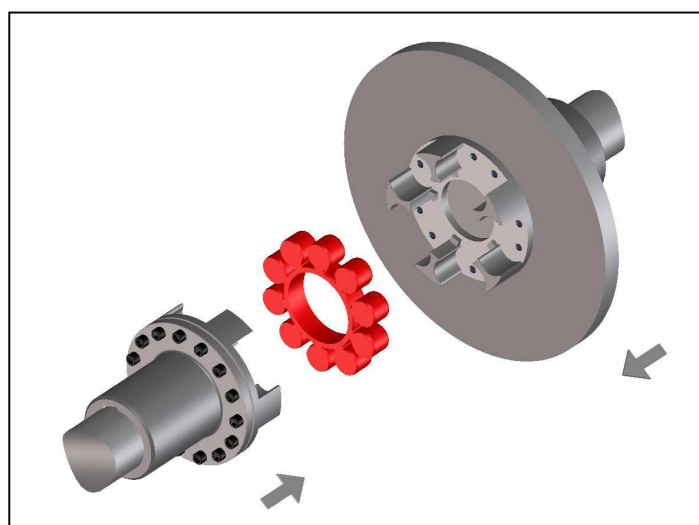

Bild 6
- Schieben Sie die Wellenenden mit den montierten Kupplungshälften zusammen (Bild 6).